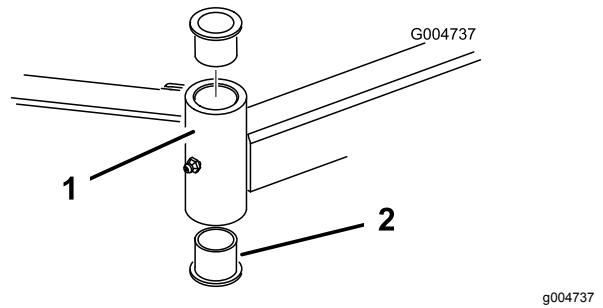

Figura 104
- Inserte un botador fino en la parte superior o inferior del tubo de montaje y dé golpes hasta que salga el casquillo del tubo (Figura 104).